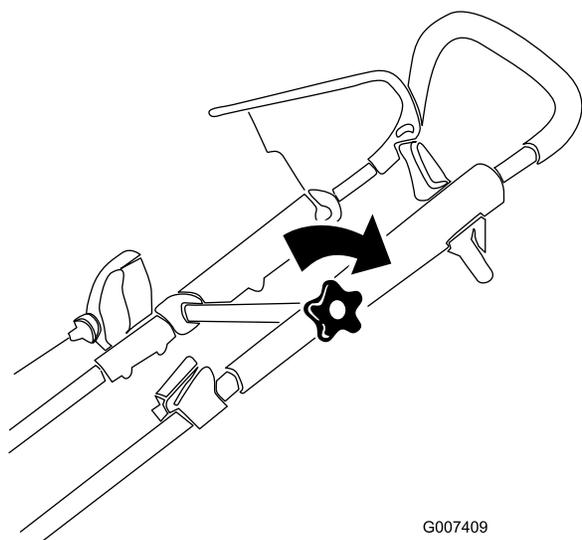

Figura 5
- Spostate la sezione superiore della stegola nella posizione desiderata e serrate saldamente le manopole della stegola (solo modello 20996) (Figura 5).